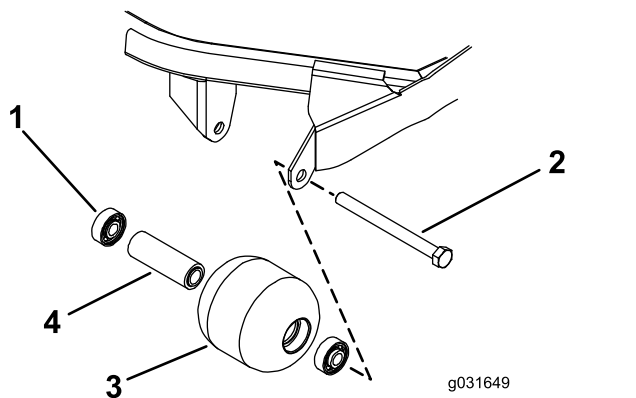

图 69
- 卸下滚筒安装螺栓图 69。
- 检查滚筒壳体、轴承以及轴承隔块是否受损(图 69)。
- 仅按住外圈或同时按住内、外圈将第一个轴承按入滚筒壳体图 69。
- 插入隔片图 69。
- 仅按住外圈或同时按住内、外圈将第二个轴承按入滚筒壳体直至其触及隔块图 69。